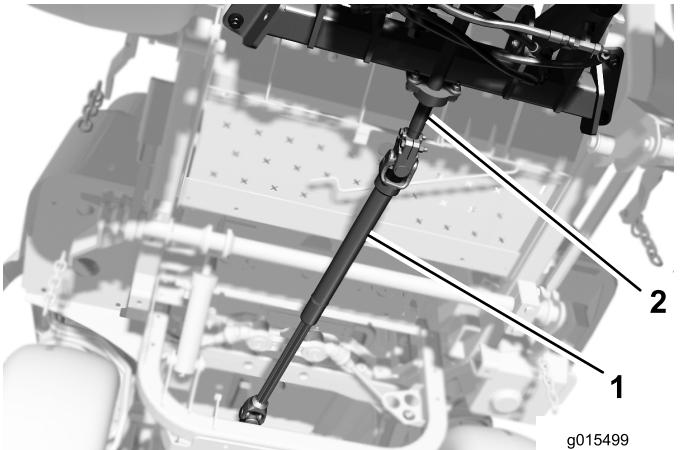

Figure 10
- Tout en alignant les trous de l'arbre de transmission sur le trou de l'arbre intermédiaire, glissez l'arbre de transmission sur l'arbre intermédiaire de l'accessoire (Figure 10).